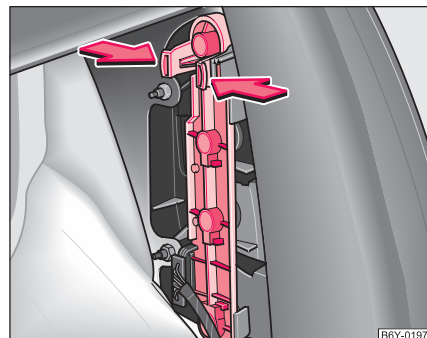

Fig. 165 Demontarea suportului pentru lămpile spate
- Apăsați elementele de reținere din partea superioară a suportului becului în direcția săgeții și scoateți afară suportul ⇒ Fig. 165.